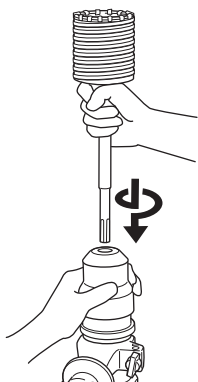

Fig. 16
- (2) Montar la espiga de la barrena tubular en el martillo perforador. (Fig. 16)